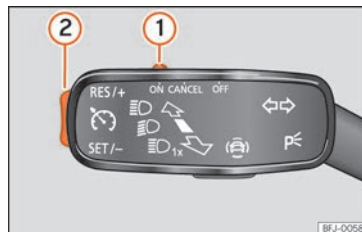

Fig. 52 À gauche de la colonne de direction : contacteur et commandes d'utilisation du GRA.
- Connecter le GRA : déplacez le contacteur » fig. 52 ① sur **ON**. Le système s'allume. Étant donné qu'aucune vitesse n'a été programmée, le système ne règle pas la vitesse.
- Activer le GRA : appuyez sur le bouton » fig. 52 ② dans la zone **SET/-**. La vitesse fixée est alors mémorisée et maintenue.
- Déconnecter le GRA temporairement : déplacez le contacteur » fig. 52 ① sur **CANCEL** ou appuyez sur la pédale de frein. Le réglage est désactivé temporairement.
- Reconnecter le GRA : appuyez sur le bouton » fig. 52 ② sur **RES/+**. La vitesse mémorisée sera de nouveau enregistrée et régulée. »
- Augmenter la vitesse programmée pendant le réglage du GRA: appuyez sur le bouton ② sur **RES/+**. Le véhicule accélère jusqu'à la nouvelle vitesse enregistrée.
- Réduire la vitesse programmée pendant le réglage du GRA: appuyez sur le bouton ② sur **SET/-** pour réduire 1 km/h (1 mph). La vitesse est réduite jusqu'à atteindre la nouvelle vitesse enregistrée.
- Déconnexion du GRA: déplacez le contacteur »» fig. 52 ① sur **OFF**. La vitesse mémorisée est effacée et le système est déconnecté.